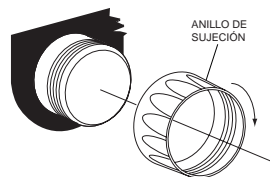

Figura 2
6. Apriete el anillo de sujeción en el indicador en sentido horario hasta que el indicador esté apretado en el tablero. Apriete el anillo de sujeción **SÓLO CON LA FUERZA DE LA MANO** (véase la Figura 2).